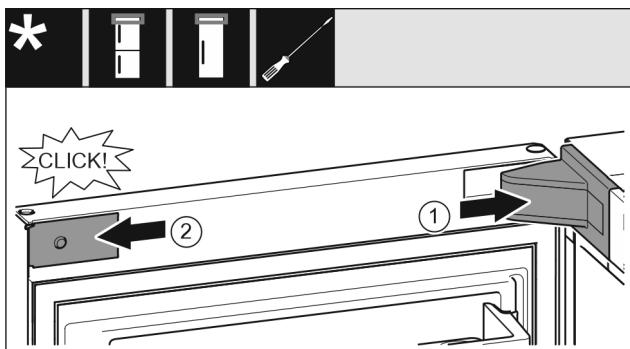

Fig. 19
- Крышку опорного кронштейна установите и зафиксируйте, при необходимости осторожно разожмите. Fig. 19 (1)
- Установите накладку сбоку и зафиксируйте. Fig. 19 (2)